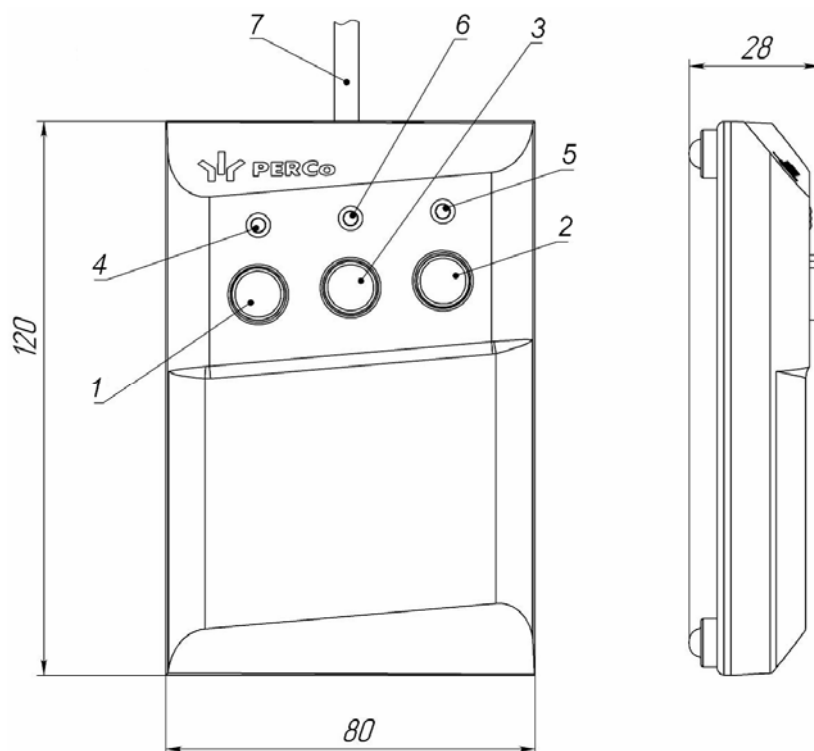

Рисунок 4. Общий вид и габаритные размеры ПДУ
ПДУ (9) выполнен в виде небольшого настольного прибора в корпусе из ударопрочного АБС пластика и предназначен для задания и индикации режимов работы при ручном управлении ЭП. Внешний вид и габаритные размеры ПДУ показаны на рис. 4.